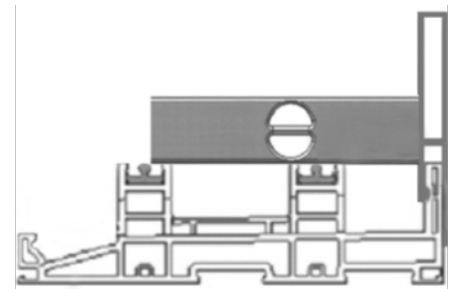

Figura 9
- **Consejo útil:** Utilice un nivel torpedeo corto y colóquelo transversalmente sobre el umbral del marco (evitando el elevador) para verificar que el umbral esté nivelado desde el interior hacia el exterior (figura 9). Utilice una plomada para asegurarse de que el cabezal del marco esté alineado con el umbral. Si los rieles del umbral y del cabezal del marco no están alineados, es posible que los paneles no rueden correctamente.